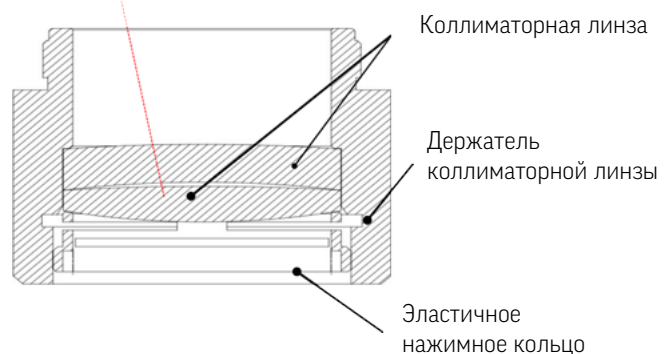

Рисунок 1.6 - Блок-схема установки коллиматорной линзы
- › Повторно соберите блок коллиматорной линзы (будьте внимательны при закручивании прижимного кольца) и вкрутите обратно в коллиматор (рисунок 1.6)